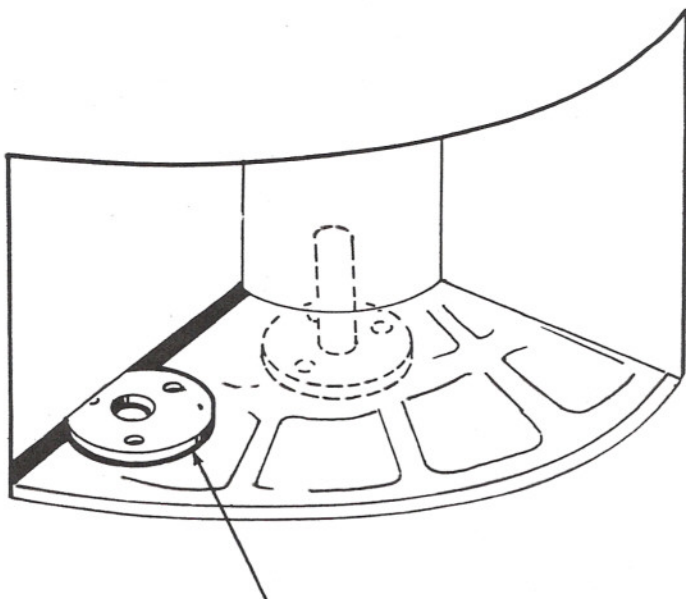

Fig. 15
1. Situar las placas de elevación (si requeridas) en la parte superior de la pieza giratoria. (Ver fig. 15, pág. 7.)
La colocación correcta a qui añade vida a la almohadilla de caucho. Para comprobar esto insertar una placa de elevación gruesa o delgada como se indica en la figura 15. Para comprobar esto, insertar una placa de elevación gruesa o delgada como se indica en la fig. 15. La placa de elevación más gruesa que pueda ser ajustada entre la caja de almohadilla y la superficie superior de la placa de desgaste debe ser entonces instalada bajo el depósito de alimentación en la cubo de la pieza giratoria.